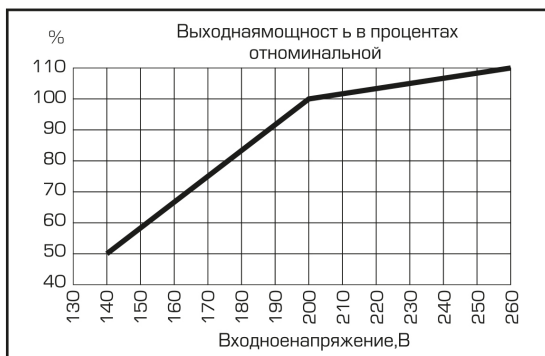

Рис. 1
**Расчет мощности произведен для работы стабилизатора при входном напряжении от 200 В. Если напряжение ниже 200 В, необходимо учитывать поправку согласно рис. 1.*